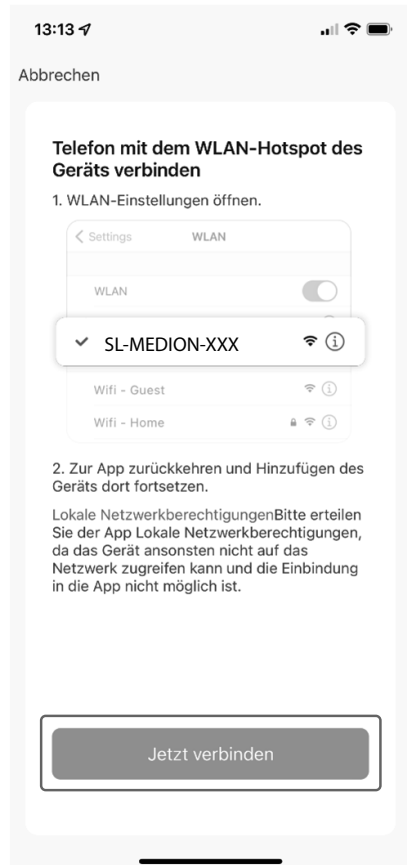

Abb. 8
- ▶ Klicken Sie in der Anzeige unten auf **JETZT VERBINDEN** (s. Abb. 8).